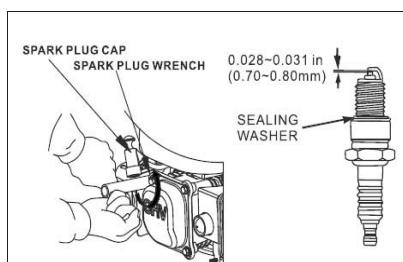

Abb. 11
4. Messen Sie den Elektrodenabstand mit einem geeigneten Messgerät. Der korrekte Abstand beträgt 0,028 - 0,031 Zoll (0,70-0,80 mm). Falls Einstellungen erforderlich sind, korrigieren Sie den Abstand, indem Sie vorsichtig die Elektrodenseite biegen (Abb. 11).